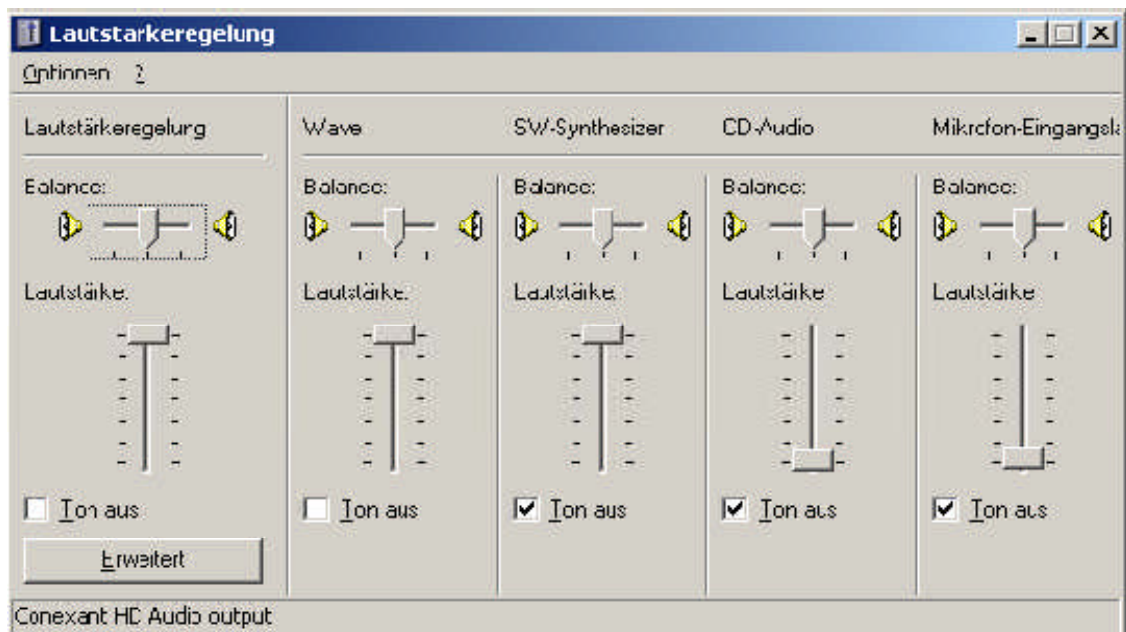

Figura 4.3 Impostazioni tipiche del mixer di uscita della scheda audio in Windows XP.
- 2) Fare clic sul menu 'Opzioni-> Proprietà' e selezionare il canale della scheda audio che verrà utilizzato per l'output (riproduzione), come mostrato nella Figura 4.3.
- 3) Mute Line In e Mic channels nella finestra di dialogo 'Master Volume' (Figura 4.3).